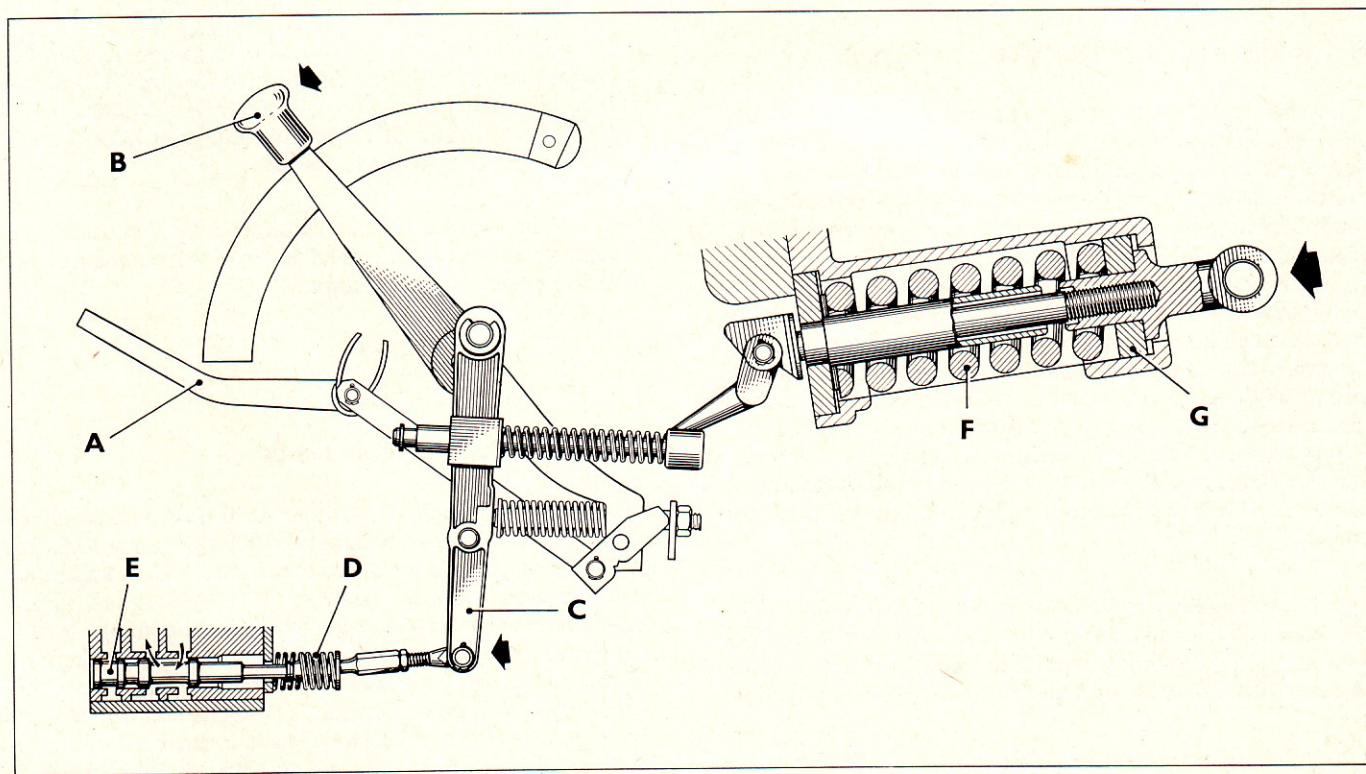

Figure 5: Contrôle d'effort, remontée de l'outil provoquée par un accroissement de compression sur l'articulation supérieure
1. Lorsqu'on travaille en Contrôle d'effort, l'augmentation de résistance de l'outil comprime vers l'avant le ressort principal du contrôle d'effort "F" (Figure 5); le levier du tiroir de commande "C" est déplacé vers l'avant. Ce levier surmonte la résistance du ressort du tiroir de commande "D" et amène le tiroir de commande "E" en position de relevage. L'outil remontant, sa résistance, et par suite la pression sur le ressort principal de contrôle d'effort diminuent jusqu'à leur valeur primitive. Le ressort du tiroir de commande ramène alors le tiroir de commande au point neutre.